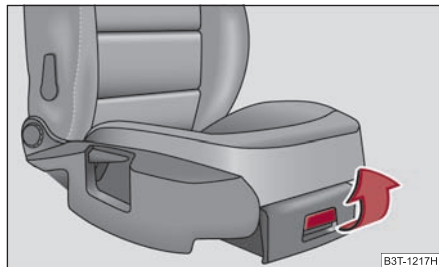

Fig. 114 Asiento del acompañante: Portaobjetos
- Para abrir la tapa, inclinar el cierre y levantar la tapa ⇒ fig. 114.